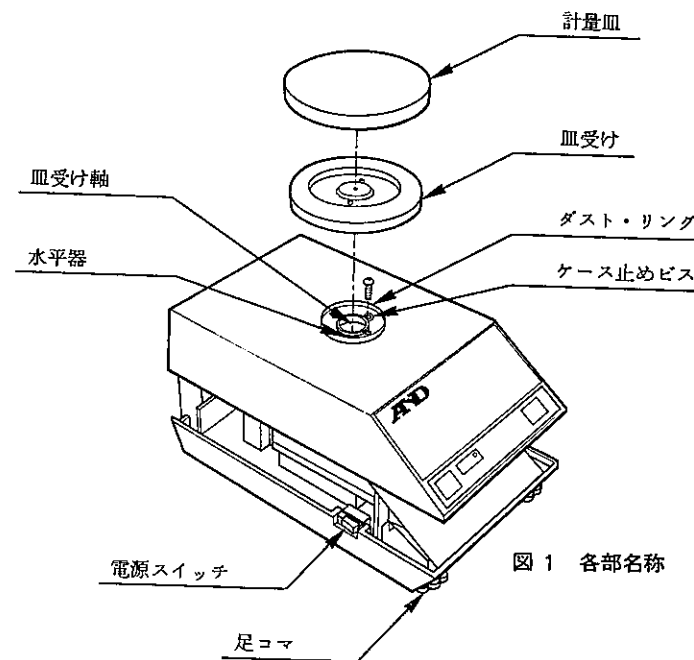

図1 各部名称
- (1) 天びんを外部振動, 風などを受けない平らな台に設置してください。また直射日光の当る所, ほこりの多い場所などは避けてください。
- (2) 天びん底面の足コマを回して, 水平器の気泡が円の中心にくるよう調整してください。(図1)
- (3) 図1にあるように, 皿受け, 計量皿を本体の皿受け軸にのせてください。